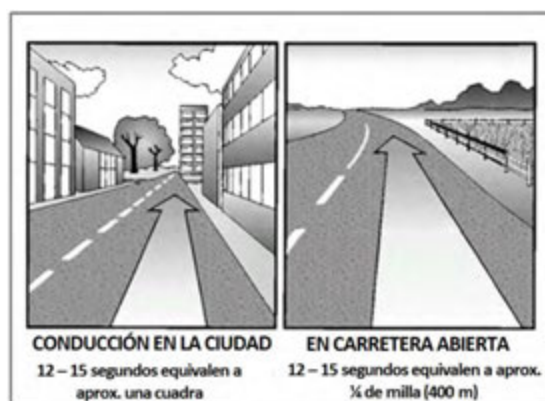

Figura 2.6
**Qué tan lejos adelante hay que mirar.** La mayoría de los buenos conductores miran un mínimo de 12 a 15 segundos hacia adelante. Esto significa mirar hacia adelante la distancia que usted recorrerá en 12 a 15 segundos. A velocidades bajas, esto equivale a alrededor de una cuadra. A velocidades de autopista, es aproximadamente un cuarto de milla (400 kilómetros). Si no mira lo suficientemente lejos, es posible que necesite detenerse o cambiar de carril demasiado rápido. Mirar un mínimo de 12 a 15 segundos hacia adelante no significa no prestar atención a las cosas que suceden más cerca. Los buenos conductores cambian su atención entre lo que sucede lejos y lo que sucede cerca. La figura 2.6 ilustra qué tan lejos debe mirar hacia adelante.